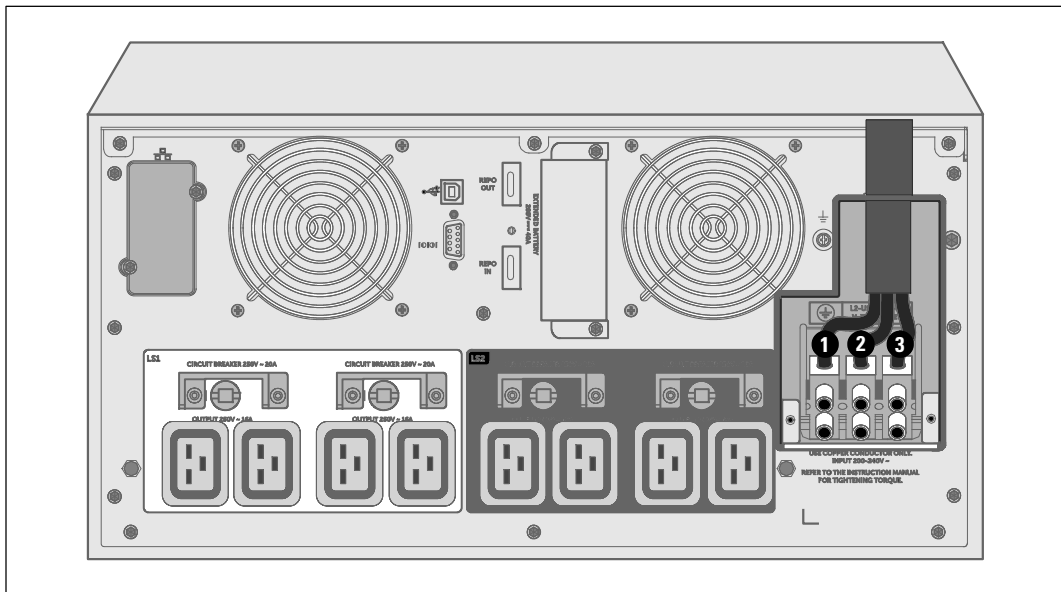

Рисунок 22. Подключение проводов клеммной колодки
- 6 Подключите входной и заземляющий провода к клеммной колодке в соответствии с Рисунок 22 и Таблица 2.